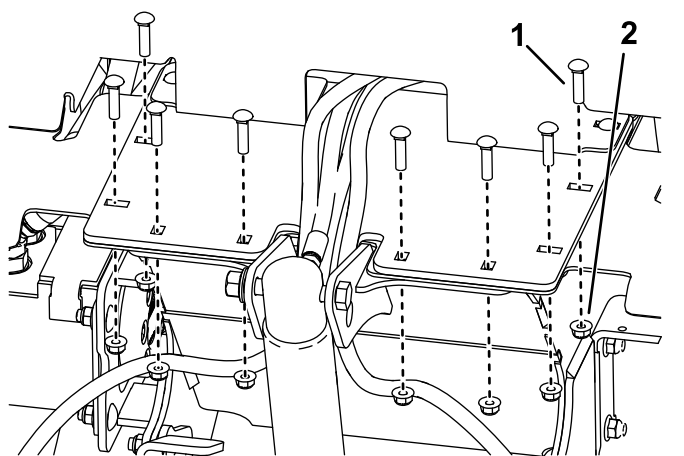

Figure 1
1. Enlevez et mettez de côté les fixations qui fixent l'avant de la plaque de tablier, comme montré à la Figure 1.